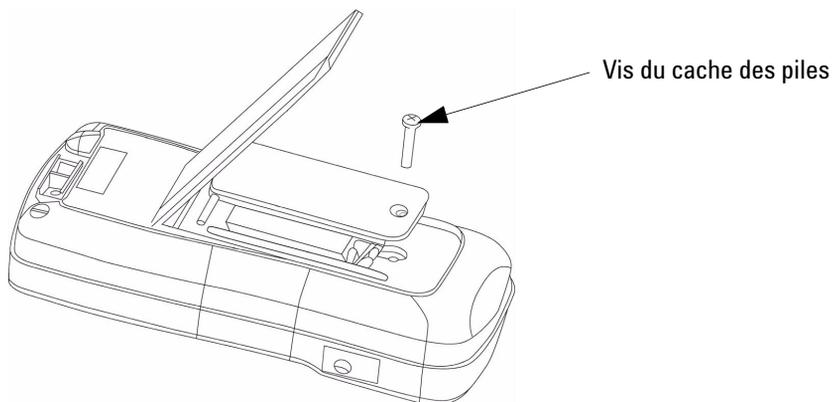

Figure 4-1 Remplacement de la batterie
- 2 Retirez la vis fixée sur le capot du logement (voir Figure 4-1).